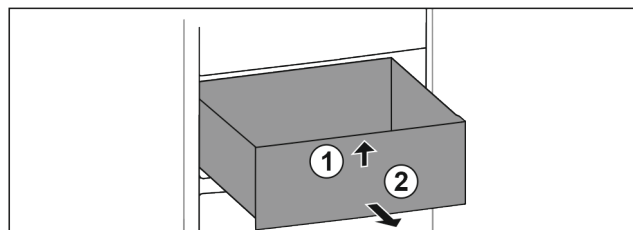

Fig. 95
- Soulever la partie avant du tiroir. Fig. 95 (1)
- Retirer le tiroir par l'avant. Fig. 95 (2)